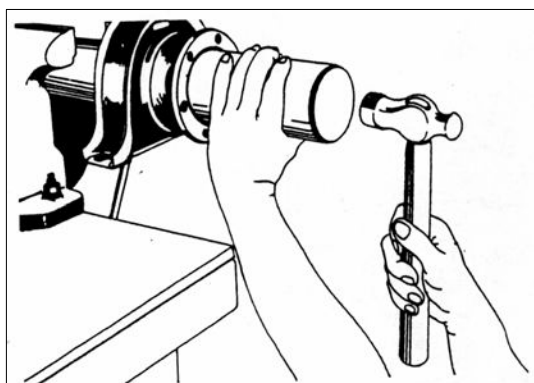

РИС. 261
- 11) Установите фланец крепления карданного вала на его переднюю часть, используя пробойник 312 589 1439 на его посадочное место (см. рис. 261).